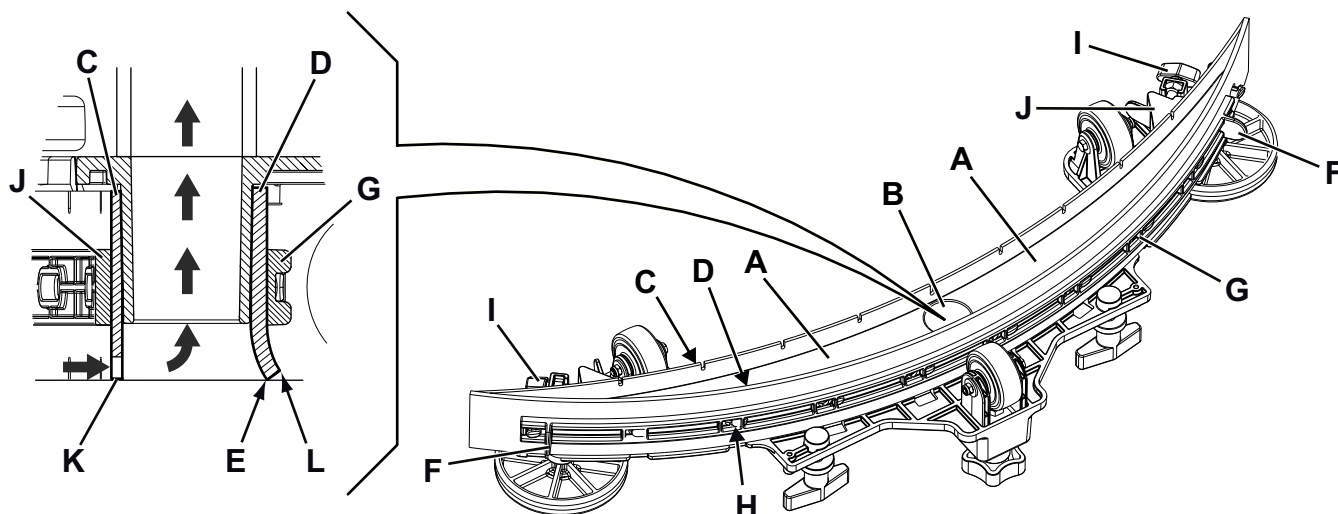

Рис. 10
2. Убедитесь, что машина отключена и ключ оператора (41) извлечен.
3. Ослабьте маховики (14) и снимите швабру (29).
4. Вымойте и очистите швабру. В частности, очистите отсеки (А, Рис. 10) и отверстие (В). Проверьте состояние переднего (С) и заднего (D) скребков. При наличии повреждений замените их, как показано ниже.
2. Проверьте состояние переднего (С, Рис. 10) и заднего (D) скребков. При наличии повреждений замените их, как показано ниже. Проверьте, не изношен ли передний угол (Е) заднего скребка; в противном случае переверните скребок, чтобы поменять местами изношенный угол с целым. Если и другие углы изношены, замените скребок в следующем порядке:
- Используя перемычку (F) выдвиньте и снимите эластичную планку (G), а затем поверните или замените (H) задний скребок (D).
- Отвинтите маховики (I) и снимите планку (J), затем поверните или замените передний скребок (C).
3. Установите швабру (29) и закрутите маховики (14).
- Убедитесь, что край (K) переднего скребка (C) и край (L) заднего скребка (D) размещены как показано на рисунке.
- Используйте рукоятку (15) для регулирования.